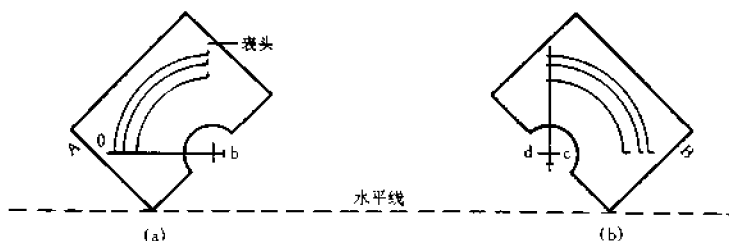

图 7-8 “十”字形配重的调整
(1) 将表头水平放置,调好零位。
(2) 将表头零刻度线与水平线平行,如图 7-8(a)所示。这时指针有两种可能,一是指针可能低于零刻度线,二是指针可能高于零刻度线。当偏低时,应将 b 锤向右移动,或将配重焊锡向右移焊;当偏高时,应将 b 锤向左移动,直至指针与零刻度线重合为止。接着再将表头向右旋转 $180^\circ$ ,仍然保持零刻度线与水平线平行,进行复校,若指针发生偏离,应调整 b 锤,使指针指在偏离值的 $1/2$ 处,保证 c、d 锤均通过轴心垂直于水平线。
(3) 将表头按零刻度线垂直于水平线放置,见图 7-8(b)。当指针偏左时,是由于 d 锤比 c 锤重,这时可增加 c 端的重量或减少 d 端的重量。当指针偏右时,说明 c 锤比 d 锤重,这时可增加 d 端的重量或减小 c 端的重量,直至指针指向零刻度线为止。然后再将表头旋转 $180^\circ$ ,保持 c-d 平行于水平线,若指针发生偏离,再重复上述调整过程,使指针在偏离值的 $1/2$ 处,以保证指针和 b 锤通过轴心垂直于水平线。